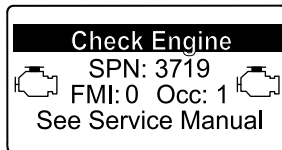

Figura 48
- Si se requiere una regeneración de recuperación, el InfoCenter muestra la advertencia del motor SPN 3719, FMI 16 (Figura 48), y la computadora del motor reduce la potencia del motor al 85 %.